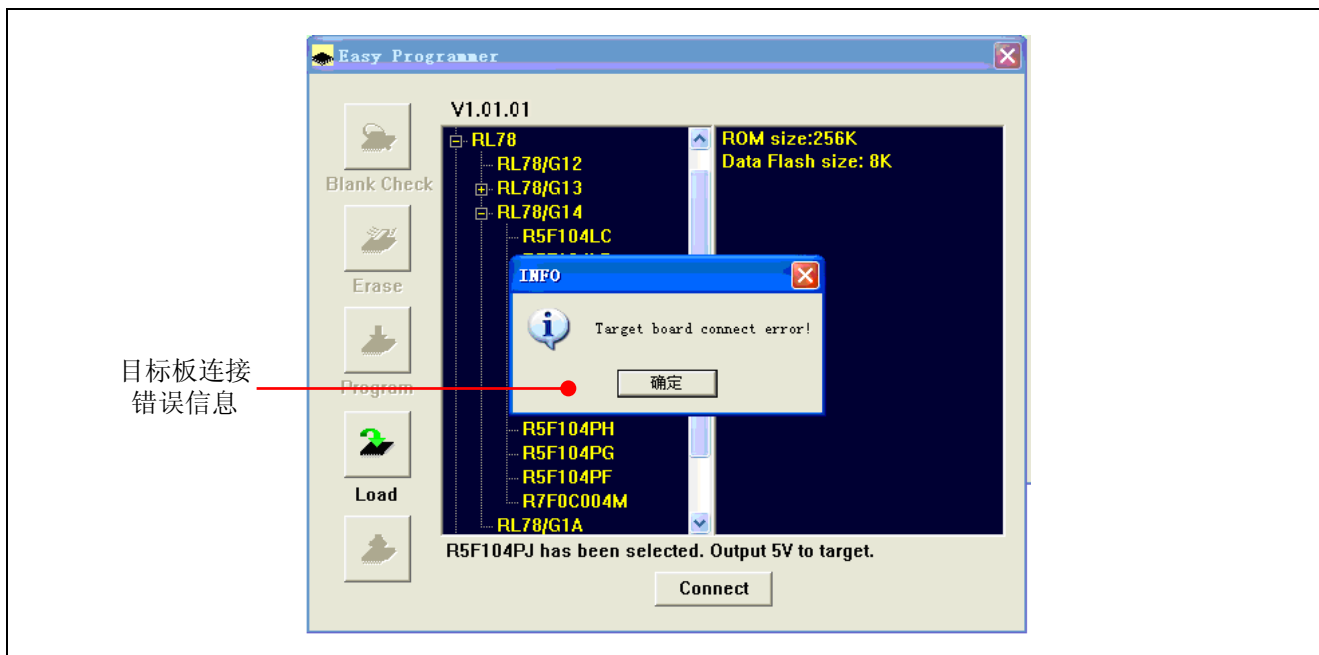

图 2.7 目标板连接错误界面
2) 如果没有目标板，将弹出目标板连接错误信息，如图 2.7 所示，同时蜂鸣器发出警告声音，编程器上的红色错误指示灯闪烁。